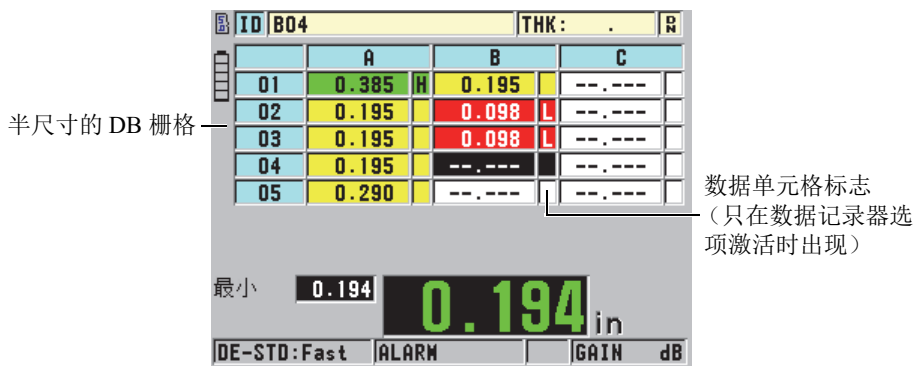

图 9-7 半尺寸 DB 栅格示例
数据库栅格（DB 栅格）表现为一个由二维数据构成的表格。这种表现形式可使用户在栅格的任意方向上自由移动，而无需按照预置的 ID 码顺序移动。用户使用箭头键，可以更方便地移动到任何一个位置，而不是自动递增到下一个 ID 码位置。仪器可同时显示 A 扫描、DB 栅格和厚度读数（参见第 156 页的图 9-7）。用户可配置栅格中的单元格，使用不同的数据单元格标志和背景色表示厚度读数所处的范围。
6. 将**数据单元标志**设为可选择的一个选项，以在数据库栅格中的每个数据单元格中显示一个单个数据标志。数据单元格标志是出现在数据单元格中的厚度值右侧的小框中的一个字母（参见第 156 页的图 9-7）。可用的选项有：